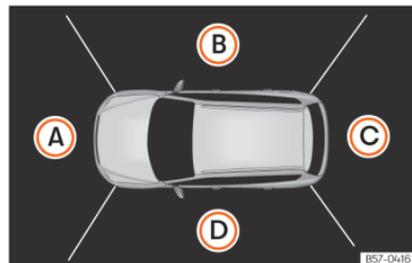

Abb. 209 Anzeige der Rundumsicht: Vogelperspektive.
Die Kombination aller Kamerabilder ergibt die Vogelperspektive  » » **Abb. 209**. Die Vogelperspektive kann durch Drücken auf das *Fahrzeug* innerhalb des Bereiches gewählt werden.
Durch Drücken auf die verschiedenen Bereiche » » **Abb. 209** (A) bis (D) der Vogelperspektive oder der reduzierten Vogelperspektive kann die entsprechende Ansicht gewählt werden.
Am Bildschirm des Infotainment-Systems wird die Vogelperspektive dargestellt » » **Abb. 209**. Wenn die Taste  bei einer »